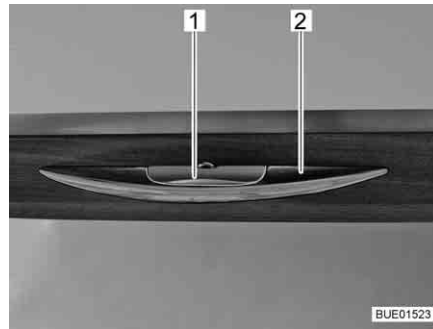

Fig. 70 Alçapão de móvel com manípulo de destravamento
- Pressione o o manípulo de destravamento (Fig. 70,1) e mantenha-o assim.
- Puxe o manípulo (Fig. 70,2), até o alçapão de móvel ficar aberto.